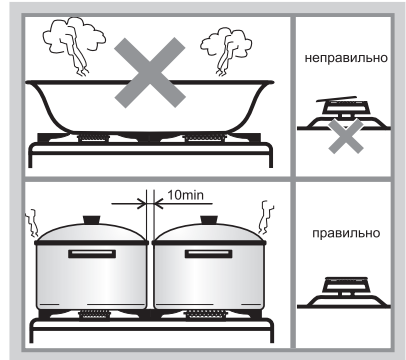

Рис.24
- Размеры посуды (см. табл. 6 и рис.24) и режим работы горелок нужно выбирать таким образом, чтобы пламя не выходило за края и не «лизало» боковые стенки.
- Запрещается устанавливать на решетки какие-либо дополнительные рассекатели пламени и пользоваться горелками со смещенными крышечками (рис. 24).